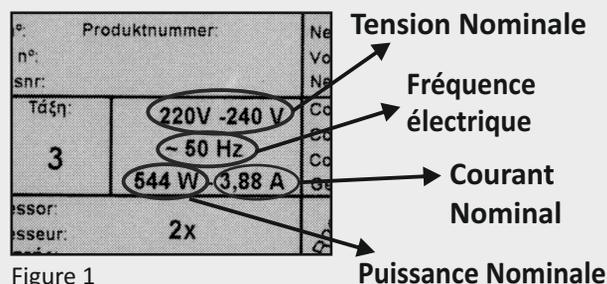

Figure 1
- Avant de brancher votre appareil, assurez-vous que les données de connexion (tension et fréquence) mentionnées sur la plaque signalétique correspondent à celles de votre alimentation secteur (voir exemple de la Fig. 1)